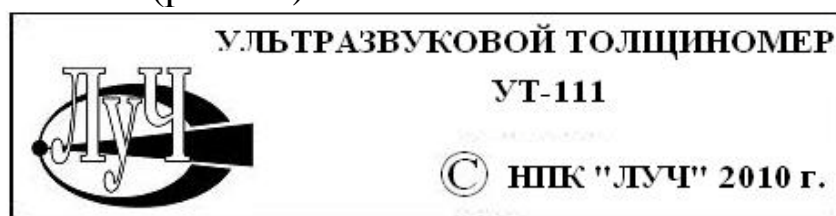

Рис.5.2.
5.2.2. Для включения толщиномера нажать и удерживать в течение 4-х секунд клавишу «» до появления на экране толщиномера заставки (рис.5.2).